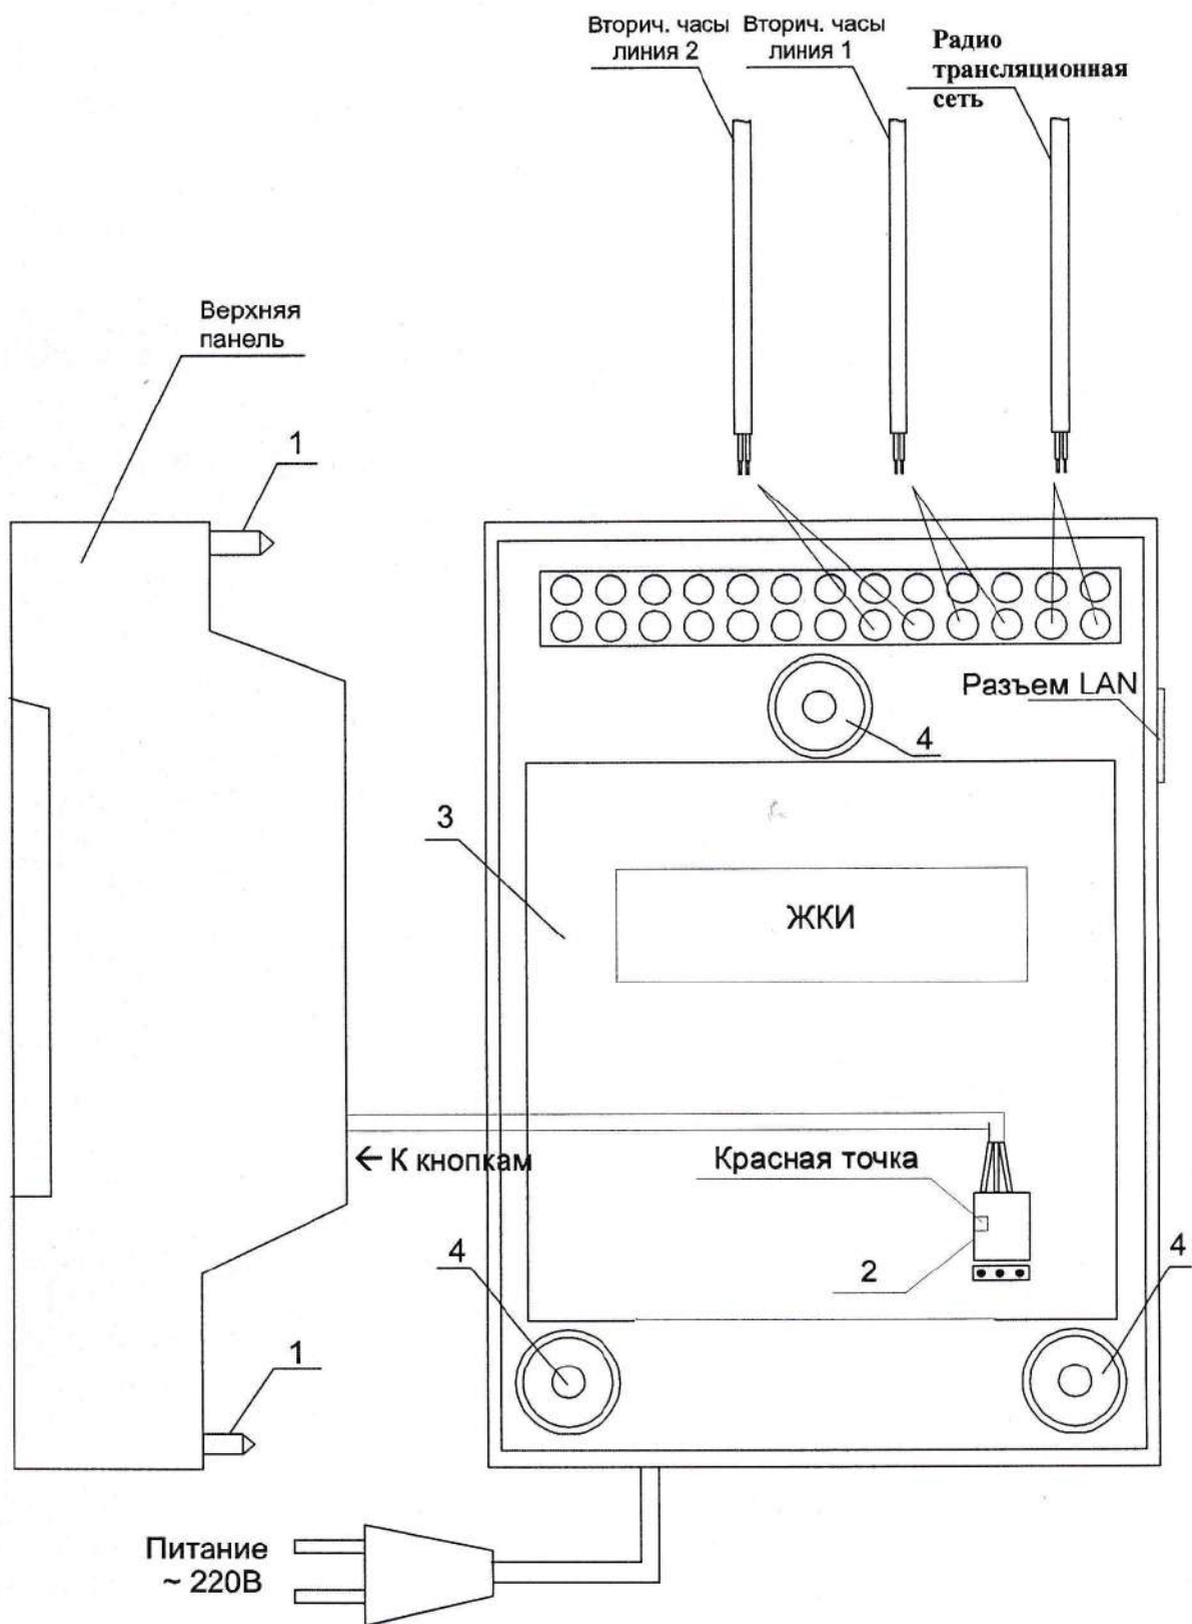

Рис. 1.
4.1. Выверните четыре винта 1, расположенных на верхней панели ЧС (см. Рис.1). Осторожно снимите верхнюю панель и отсоедините разъем 2, соединяющий кнопки с печатной платой 3.
4.4. Подсоедините линии вторичных часов и линию радиотрансляционной сети в соответствии со схемой рис. 1.